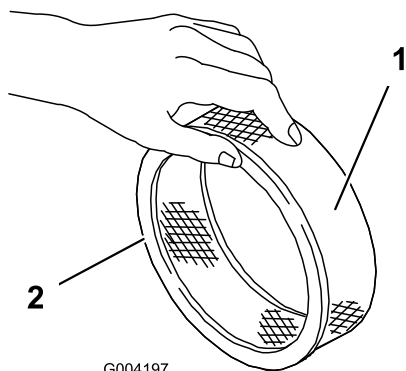

Figura 42
5. Inspeccione el elemento de papel por si estuviera roto, tuviera una película aceitosa o la junta de goma estuviera dañada (Figura 42).
1. Deslice cuidadosamente el prefiltro de gomaespuma sobre el elemento de papel (Figura 42).